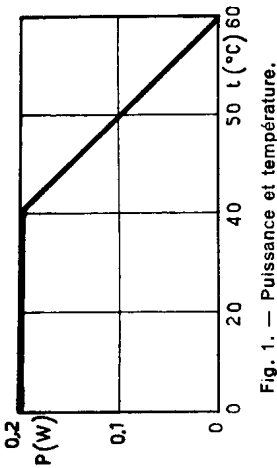

Fig. 1. — Puissance et température.
(1) Voir la courbe de la figure 1 pour les puissances admissibles à des températures ambiantes supérieures t.
(2) Tension continue ou crête de la tension alternative.